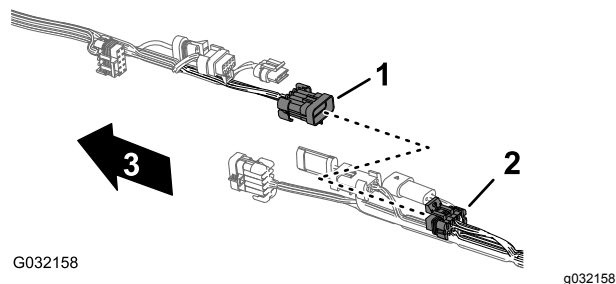

图 51
2. 如图 图 47 至 图 51 所示断开前、后线束之间的 5 对接头。